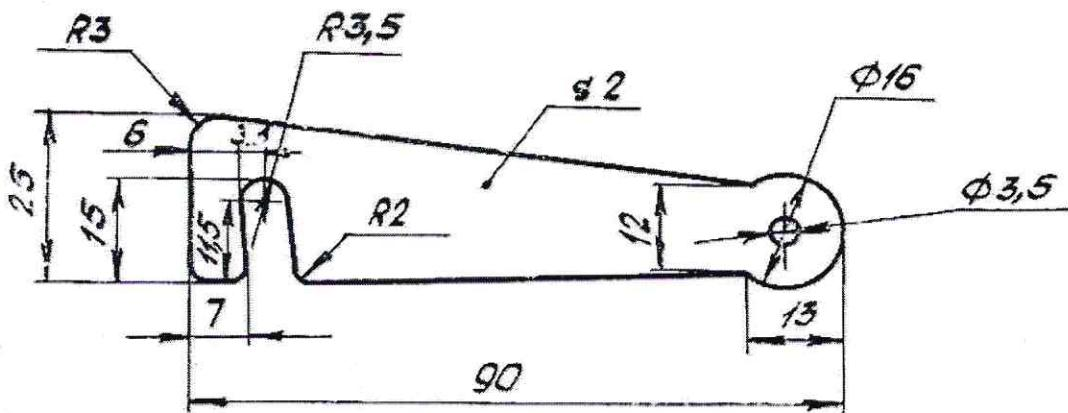

Рис. 1. Крючок
1. По указанным данным, в $M\ 1:1$ разработайте чертеж с тяжки, применяемой вместе с болтом для скрепления (стягивания) школьной мебели (Рис.1).